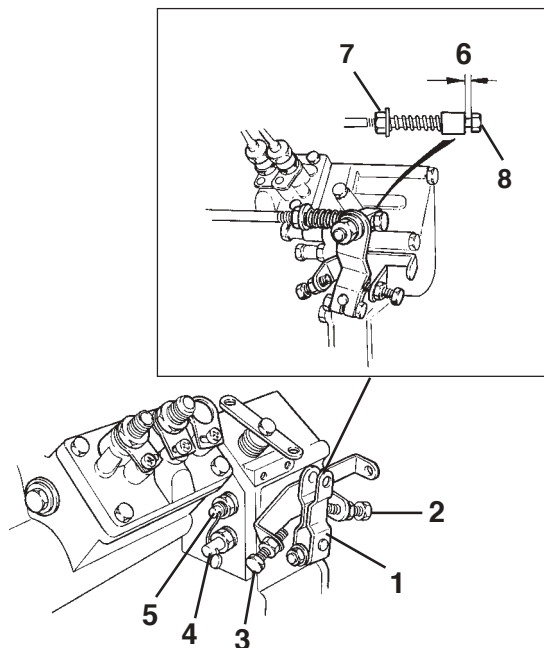

Fig. 92. Réglage du régime moteur (TR/MIN)
1. Contrôlez que l'espace (6) (Fig. 92) est d'environ 3 mm lorsque le mécanisme de papillon est en position de ralenti. Si nécessaire : Desserrez le contre-écrou (7) et réglez avec la vis (8) jusqu'à ce que l'espace correct soit obtenu.
3. Si nécessaire, réglez au régime de ralenti approprié à l'aide de la vis de réglage (2).
4. Contrôlez à nouveau le jeu (3) conformément au point 1.